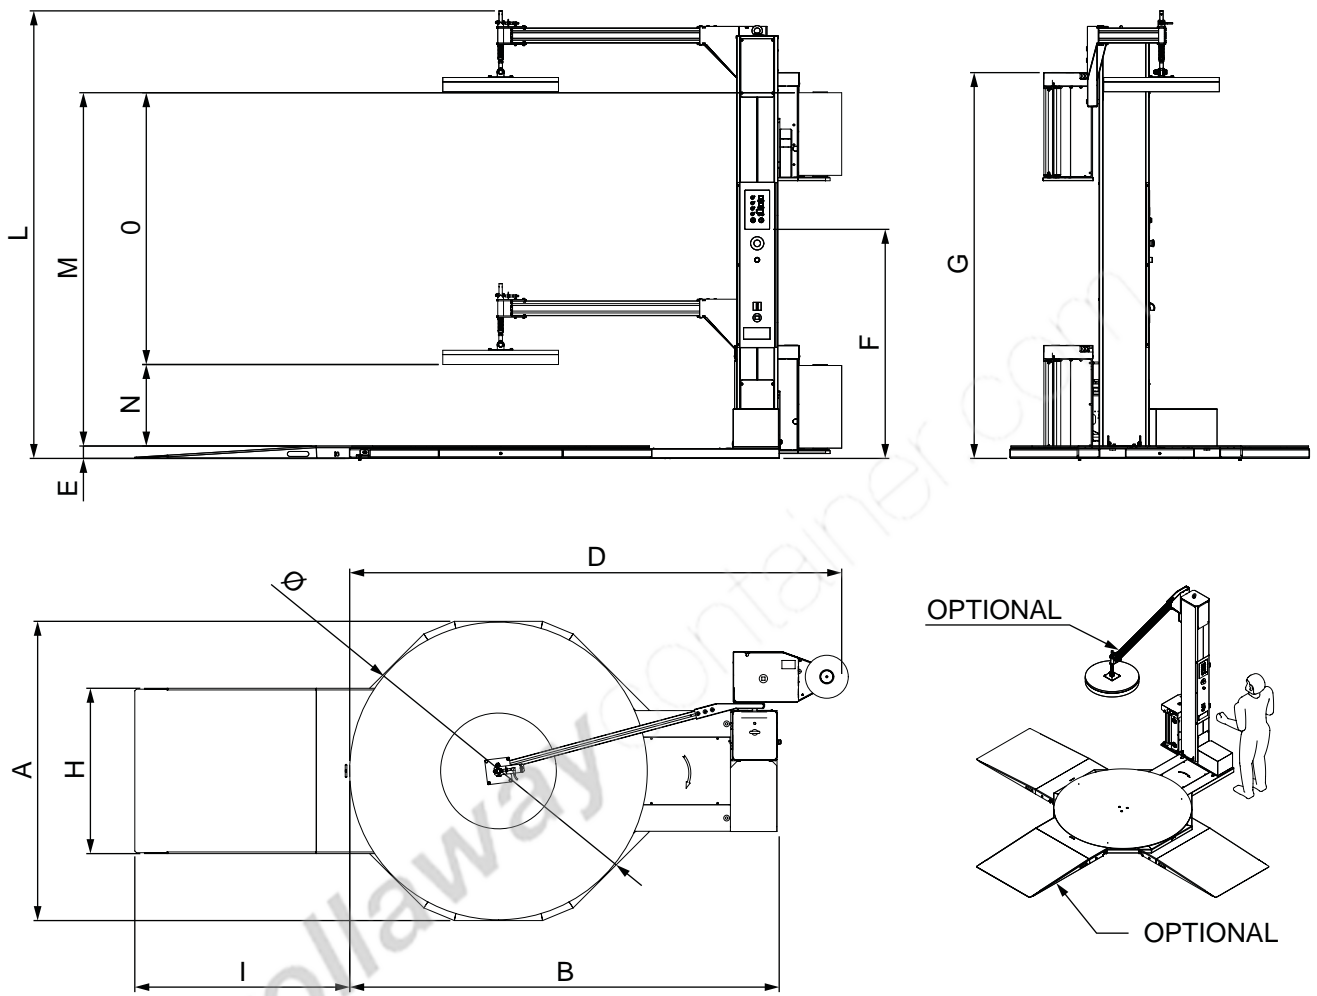

Figura 31
- Dimensioni di ingombro	Vedi Figura 31 - pag. 51